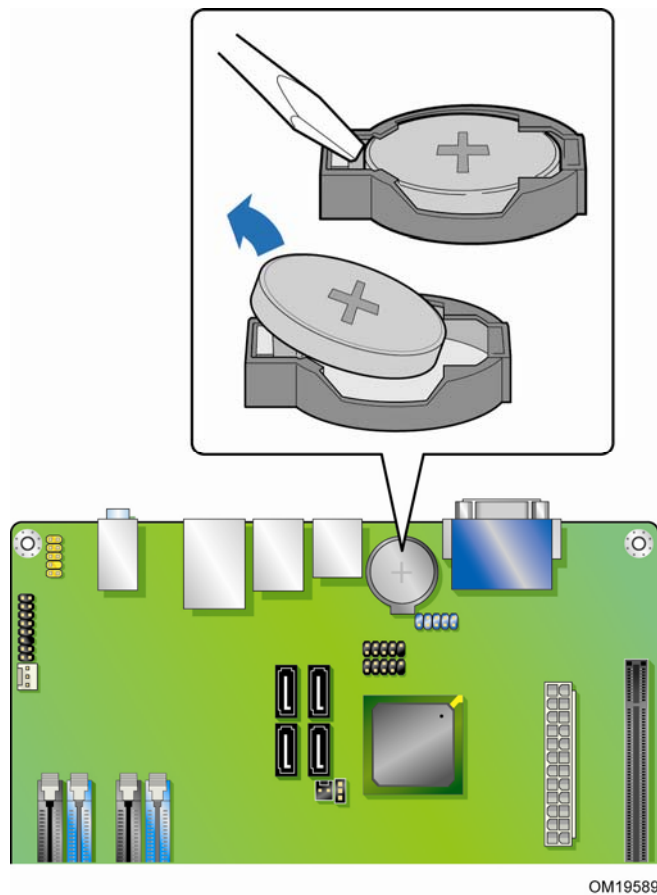

图 30. 拆卸电池
当电压低于某一特定值时，CMOS RAM 中存储的 BIOS Setup (设置) 程序的设置值 (如日期和时间等) 可能会不准确。更换电池时，应使用同类型的新电池。第 60 页图 30 显示了该电池的位置。
4. 找到台式机主板上的电池（参见图 30）。